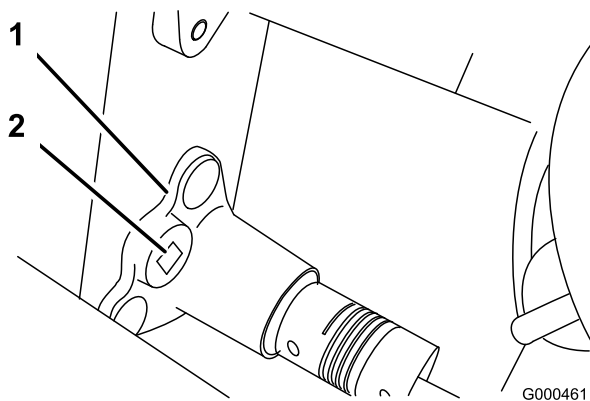

図 37
B. 3/8インチのトルクレンチでベアリング・ハウジングを0.4～0.46 kg.mのトルクで回転させてベルトを張る（図 37）。